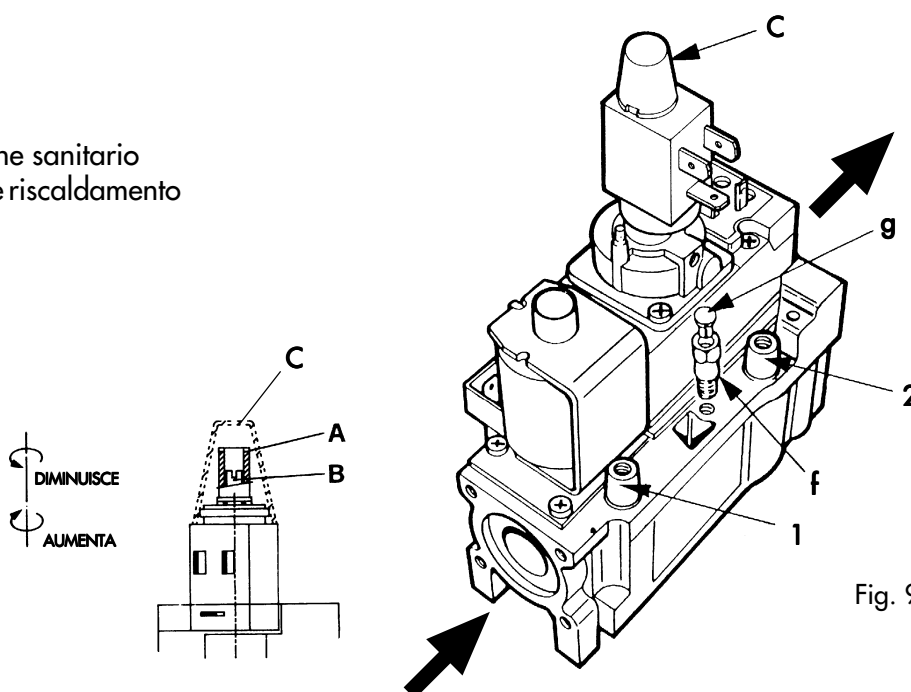

Fig. 9
La regolazione si effettua con un cacciavite, agendo sulle viti A e B della valvola gas (fig. 9), dopo aver tolto il cappuccio di protezione C.
Collegare un apposito manometro alla presa di pressione 2 (fig. 9) posta a valle della valvola gas, ruotare la manopola del termostato caldaia sul valore massimo.
Regolare la pressione a mezzo della vite B (fig. 9) al valore desiderato, avvalendosi dei diagrammi (fig. 3 e 4).
Per questa trasformazione necessario sostituire gli ugelli principali, inserire sulla valvola gas il raccordo "Ritardatore f" (vedi fig. 9) quindi effettuare la regolazione della pressione al bruciatore principale in modo da avere agli ugelli la pressione indicata per il gas G.P.L..
**Importante** - Nel caso di trasformazione di gas sar necessario regolare la pressione al bruciatore per il sanitario (vite **A** - fig. 9) sempre alla pressione massima indicata in tabella 4.